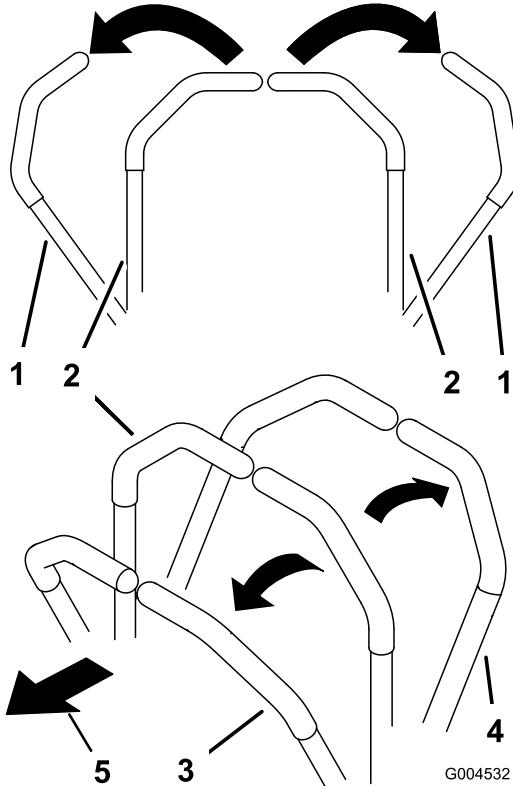

Bild 17
1. Schieben Sie die Fahrantriebshebel (Bild 17) aus der Neutralsperrstellung.
- Schieben Sie für das Vorwärtfahren die Fahrantreibshebel langsam vorwärts (Bild 17).
- Ziehen Sie zum Rückwärtsfahren die Fahrantriebshebel langsam nach hinten (Bild 17).
- Zum Wenden, ziehen Sie beide Hebel nach hinten, um die Maschine zu verlangsamen; schieben Sie dann einen Hebel an der entgegengesetzten Seite zur Wenderichtung nach vorne (Bild 17).